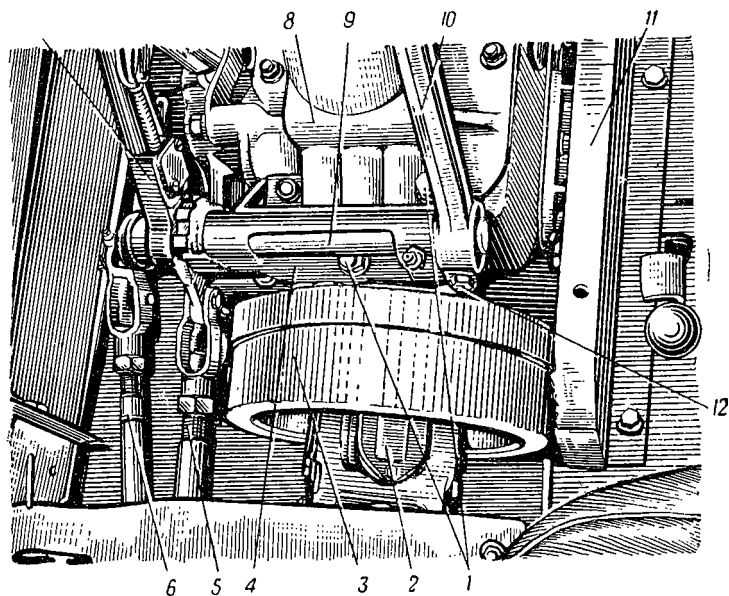

Рис. 22. Установка коробки передач
5. Ослабить стяжной болт 12 (рис. 22) и снять рычаг 10 включения переднего моста и шпонку с валика 9.
17. Установить кронштейн рычага 7 (рис. 22) управления раздаточной коробкой в сборе с рычагом, валиком 9 и тягами 5 и 6 на коробку передач и закрепить болтами 1.